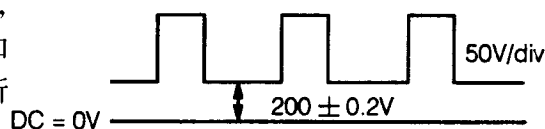

图 1.3.11
⑨ 当“BR”保留在屏幕上时，反时针旋转屏幕控制钮，把其设为最小，用音量“升”或“降”钮（S111 和 S1110），设 DC=0V 到视频电位为 200V，如图 1.3.11 所示。